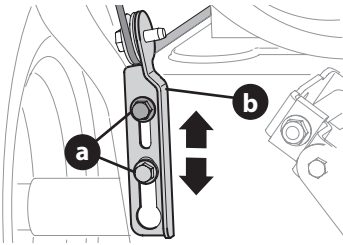

Figure 54
4. Laissez les tarières tourner pendant dix (10) secondes avant de relâcher la commande des tarières. Répétez cette étape plusieurs fois.
7. Desserrez les deux boulons (a) sur le support du câble (b). Voir Figure 54.
8. Déplacez le support du câble vers le haut (b) pour desserrer le câble (ou vers le bas pour serrer le câble). Voir Figure 54.